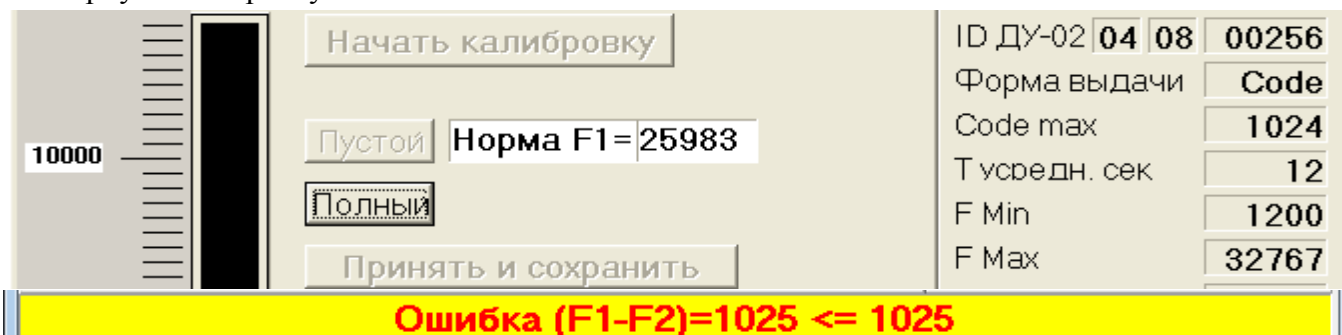

Рис. 10 Фрагмент окна «Калибровка» при ненормальном ходе процесса «Калибровка»
2.5.3 Если после выполнении пункта 2.2.4 появилось окно, показанное на рис. 10, где знак <= читать как меньше или равно, то причинами этого могут являться следующие нарушения: